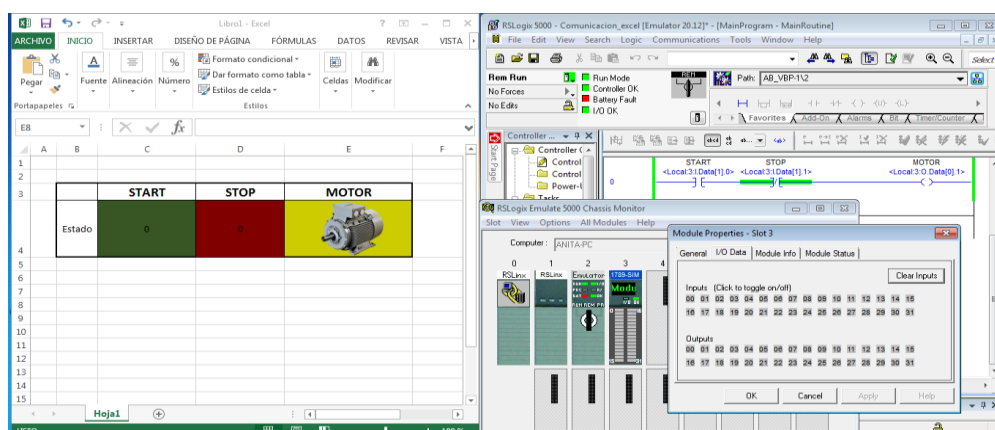
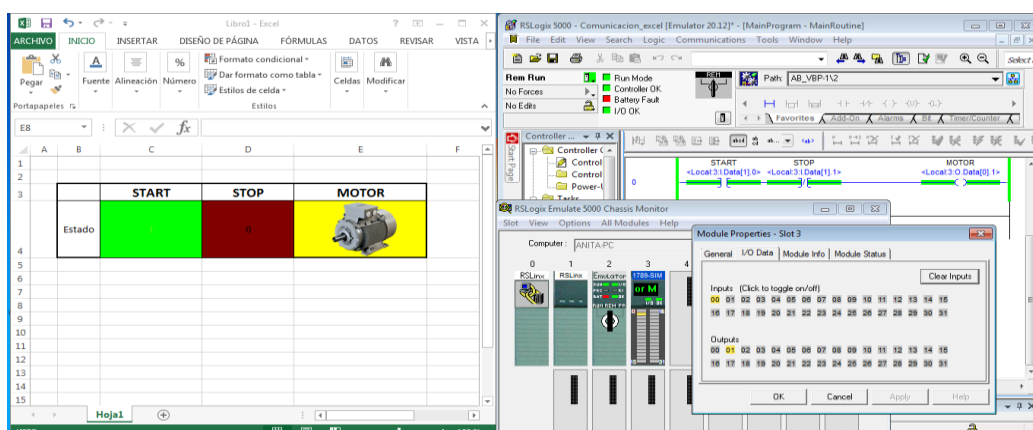
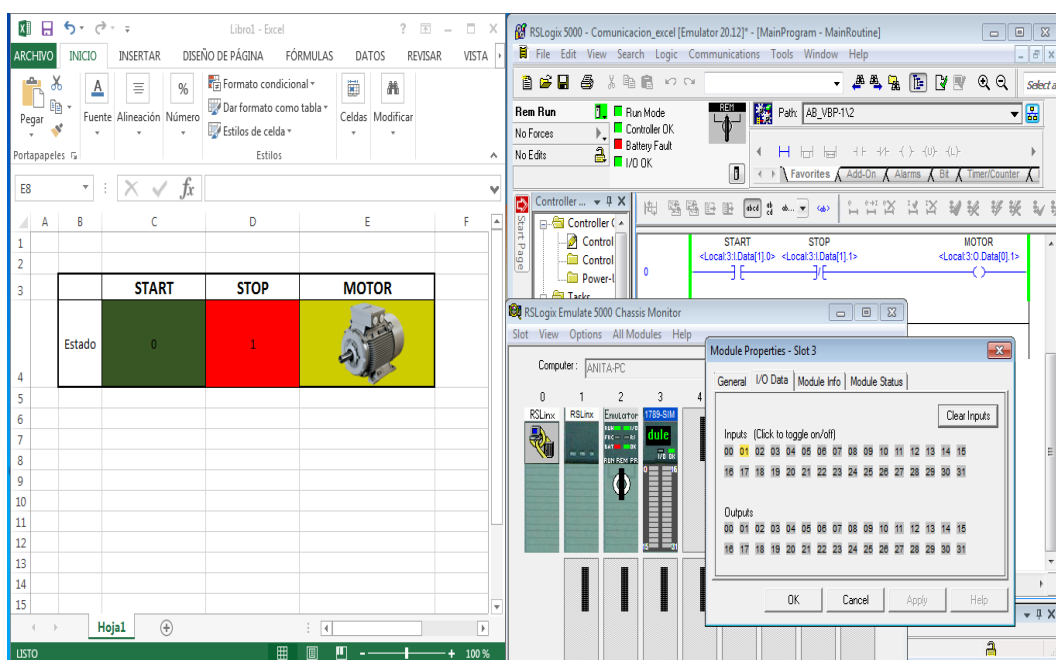

Figura 13: Aplicación de Excel como HMI
Figura 14: Aplicación de Excel como HMI
Figura 15: Aplicación de Excel como HMI
- En la figura 13, figura 14 y figura 15 se puede apreciar la aplicación de HMI en Excel junto a la programación que hemos realizado con el módulo I/O digitales virtual, inicialmente todo el contacto “START” se encuentra normalmente abierto, el contacto “STOP” se encuentra normalmente cerrado y por ende la bobina “MOTOR” se encuentra des energizado, por ende en Excel esta todo des energizado.